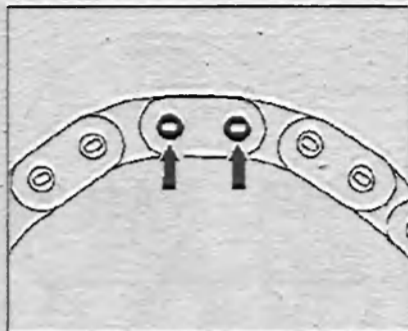

Рис. 4.51. Проверьте запрессовку (стрелки).
18. Проверьте запрессовку (стрелки) и, при необходимости, произведите ее еще раз (рис. 4.51).